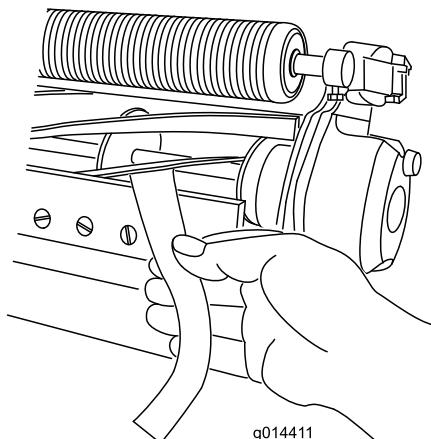

图10
11. 在滚刀与底刀间插入一长条剪切性能纸纸要与滚刀和底刀垂直检测剪切性能图10。缓慢向前旋转滚刀剪切检测纸。